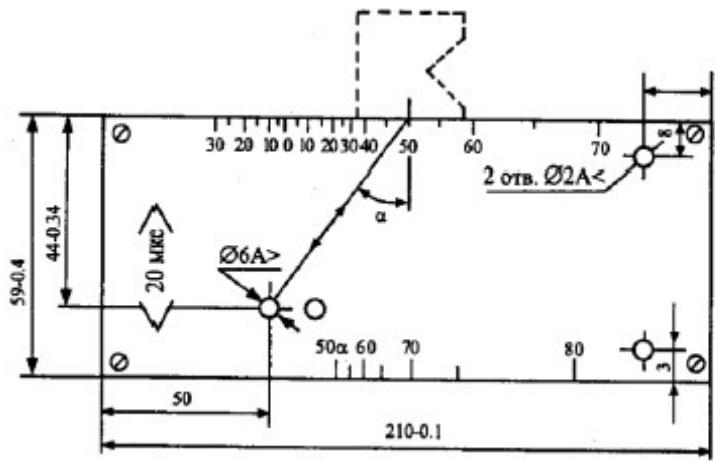

Рисунок 2. Стандартный образец СО-2
Рисунок 2 - Измерение выпуклости (вогнутости) стыкового шва (г)при различном уровне наружных поверхностей деталей, вызванном смещением при сборке соединения под сварку
2. На эскизе (рис. 2) дать схему расположения искателя на эталоне 3 для определения центра излучения искателя, если положение точки выхода луча не известно, при этом имейте ввиду, что точка выхода луча (центр излучения искателя) расположена на искателе напротив центра полуокружности стандартного образца 3 при установке искателя в положение, при котором амплитуда эхо-сигнала от вогнутой поверхности максимальна.